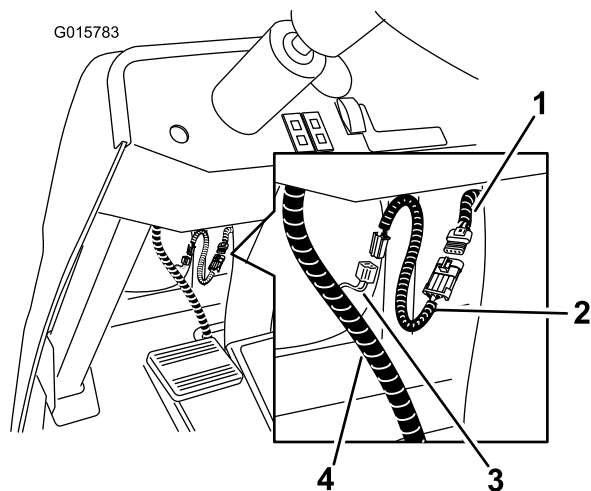

Figura 18
- B. Instale o adaptador à cablagem principal ligando os conectores de 4 pinos correspondentes. (Figura 18).
C. Ligue a cablagem do adaptador à cablagem CE (Figura 18).